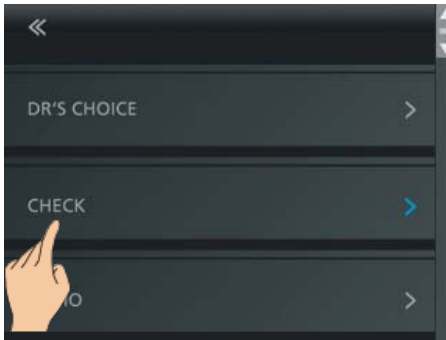

Fig. 28: Seleccione CHECK
- Diríjase al menú de Ajustes y seleccione la función CHECK (Fig. 28).